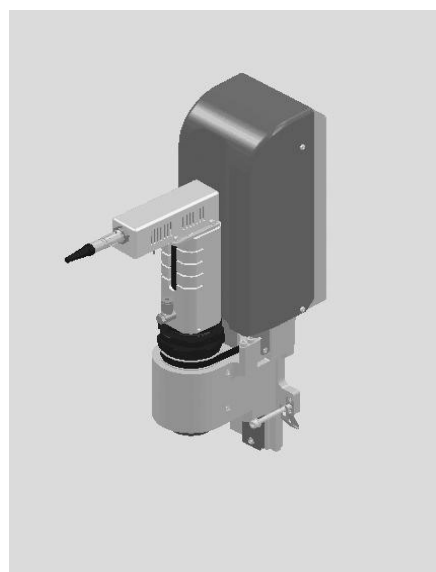

Рис. 32
■ Установите держатель инструмента PRT в режущую головку на место, затем затяните винт на головке по часовой стрелке (рис. 32).